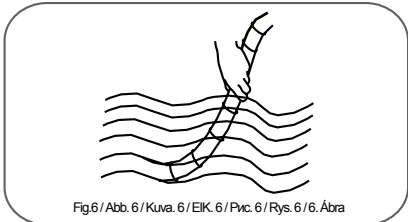

Fig.6/Abb. 6/Kuva. 6/EIK. 6/Pvc. 6/Rys. 6/6. Ábra
- Sitúe el dispositivo de limpieza por vacío en el agua y línelo con la manguera del dispositivo de vacío con agua para extraer todo el aire. (Veja Fig.6)
- Setzen Sie den Sauger ins Wasser und füllen Sie den Saugerschlauch mit Wasser, damit die Luft vollständig entweichen kann. (Siehe Abb.6)
- Plaats de zuiger in het water en vul de zuigslang met water om alle lucht te verwijderen. (Zie Fig. 6)
- Immergere l'aspiratore in acqua e riempire il tubo flessibile con acqua in modo da rimuovere l'aria presente al suo interno (Vedere Fig. 6).
- Placez l'aspirateur dans l'eau et remplissez d'eau le tuyau de l'aspirateur pour éliminer tout l'air. (Voir Fig.6)
- Поместите отсос в воду и наполните шланг водой, чтобы в нем совсем не осталось воздуха. (См. Рис.6)
- Włóż odkurzacza do wody i napełnij rurkę odkurzacza wodą, aby usunąć powietrze z niej. (Patrz Rys.6)
- Placera vakuumanordningen i vattnet och fyll vakuumslangen med vatten för att avlägsna all luft. (Se Fig.6)